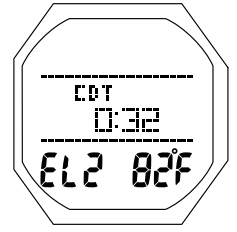

Fig. 4B - ÉCRAN COMPLÉMENTAIRE DE LA MONTRE
**ÉCRAN COMPLÉMENTAIRE DE LA MONTRE** : paramètres affichés (Fig. 4B)